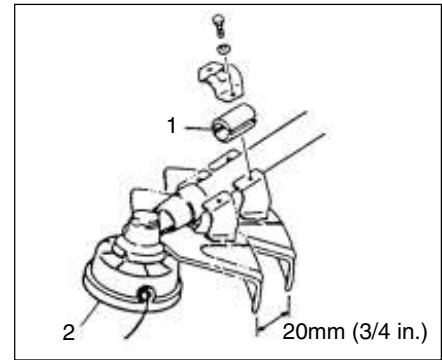

Fig. 1-8C
When using a trimmer head (2), locate the guard above the angle transmission. (Fig. 1-8C, 8D, 8E)
Lorsqu'on utilise une tête à fil nylon (2), positionnez le carter de protection au-dessus du renvoi d'angle. (Fig. 1-8C, 8D, 8E)
Quando si usa una testina a filo (2), posizionare il coprilama al di sopra dell'in-granaggio concorrente. (Fig. 1-8C, 8D, 8E)
Bei Einsatz eines Timmerkopfes (2) den Messerschutz über dem Winkelgetriebe positionieren. (Fig. 1-8C, 8D, 8E)
Quando usa el cabezal recortador (2), coloque el protector sobre la transmisión del ángulo. (Fig. 1-8C, 8D, 8E)
Vid användning av trimmeren (2) skall skyddet monteras ovanför vinkeltransmissionen. (Fig. 1-8C, 8D, 8E)